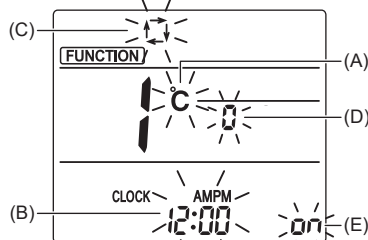

Fig. 6-9
L'écran Réglage de l'affichage s'affiche. (Fig. 6-9)
6.8.2. Changement de l'unité de température (Fig. 6-9 (A))
6.8.3. Changement de l'affichage de l'heure (Fig. 6-9 (B))
6.8.4. Changement du mode AUTO (Fig. 6-9 (C))
6.8.5. Changement du n° de paire (Fig. 6-9 (D))